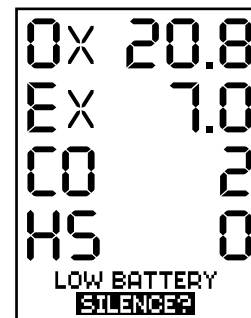

Fig. 24
- Sons referentes a "LOW BATTERY" (Bateria Fraca) silenciam por 5 minutos (Fig. 24).